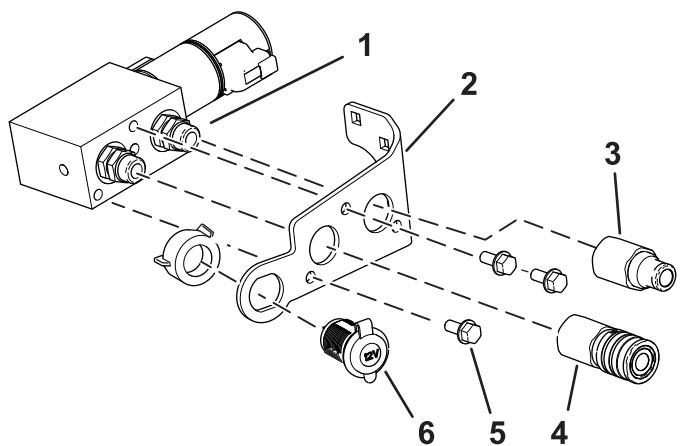

Figura 1
1. Instale los conectores hidráulicos macho y hembra en el distribuidor (Figura 1).
2. Retire la tuerca de plástico y utilícelo para conectar el orificio de 12 V al soporte (Figura 1).
3. Instale el soporte en el distribuidor con 3 pernos (5/16" x 3/4"); consulte la Figura 1.